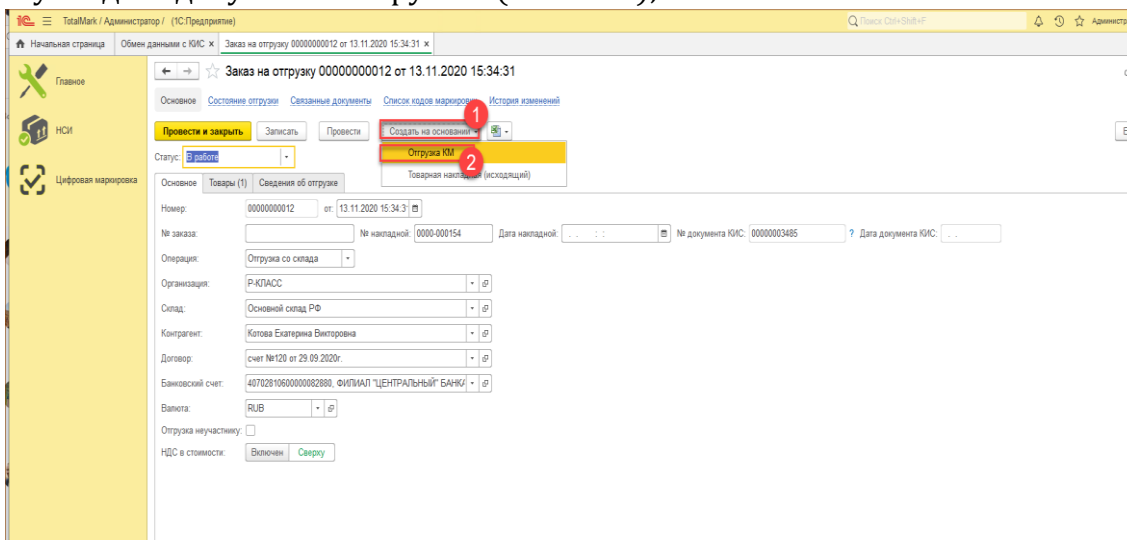

Рис. 8-13 - Создание Отгрузки в ТМ
- Далее в 1С: TotalMark ответственному требуется на основании Заказа на отгрузку создать документ «Отгрузка» (Рис. 8-13);